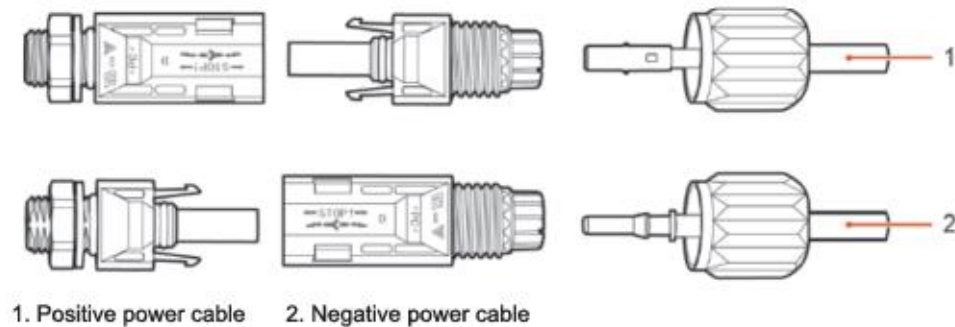

Figura 19 - Connessione dei cavi di potenza DC in ingresso (2)
- 4) Inserire i cavi di alimentazione positivi e negativi spellati rispettivamente nei terminali di metallo positivo e negativo e crimparli utilizzando uno strumento apposito. Assicurarsi che i cavi siano fissati fino a quando non possono essere estratti con una forza inferiore a 400 N, come mostrato nella Figura 19